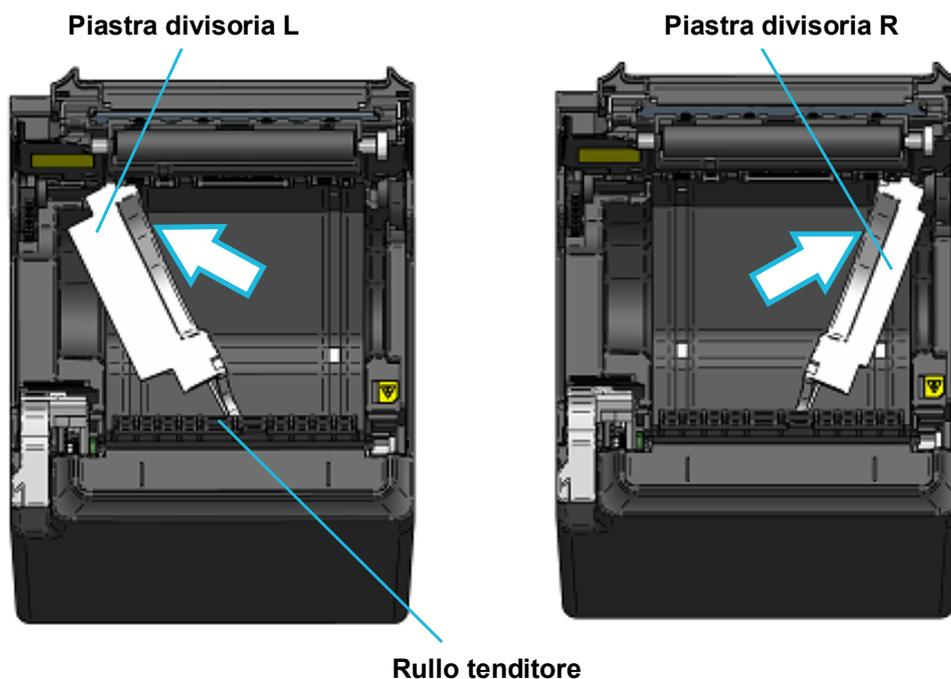

Figura 14-1 Installazione della piastra divisoria (1)
- (1) Verificare che la stampante sia spenta.
- (2) Azionare la leva di rilascio per aprire il coperchio della carta.
- (3) Posizionare la piastra divisoria L nel supporto della carta in posizione inclinata, come mostrato nella Figura 14-1.